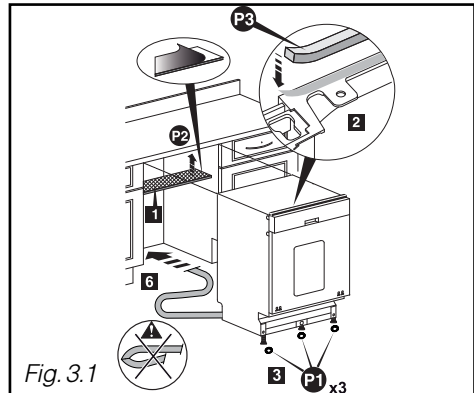

Fig. 3.1
- **Plak de wasemlaat P2 vast (Fig. 3.1)**
- **Plak het inbouwschuim vast P3 (Fig. 3.1)**
- **Klip de 3 plaatjes P1 vast onder de schoenen zodat de vaatwasser makkelijker op zijn plaats kan worden geschoven (Fig. 3.1).**